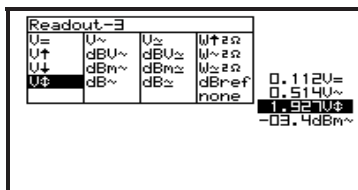

Рис. 8
6. Используя курсорные кнопки, выделите требуемую измерительную функцию для третьего параметра (рис. 8).